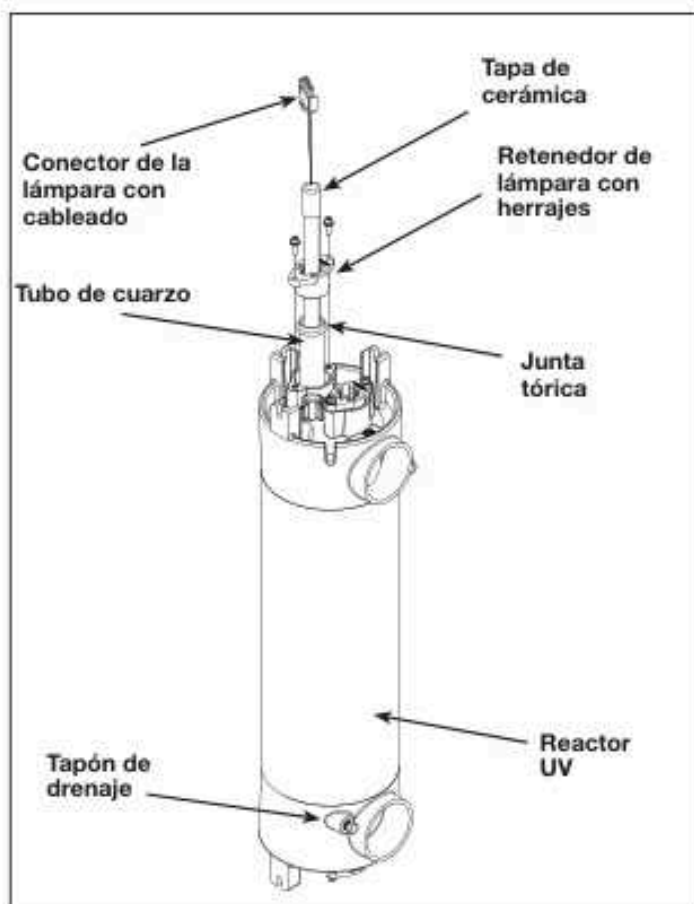

Figura 7. Subconjunto del reactor UV
3. Antes de continuar, espere a que los tubos de cuarzo se enfrien. Quite el tapón de vaciado para drenar el agua del reactor UV. Vuelva a colocar el tapón una vez que el agua deje de salir del reactor UV. Consulte la Figura 7.
4. Sujete los cables de la lámpara UV y tire suavemente hasta que la parte superior de la lámpara UV pase las pestañas del retenedor de la lámpara. Consulte la Figura 7.
6. Después de extraer las lámparas, quite los tornillos de la parte superior del retenedor de la lámpara con la llave hexagonal suministrada con la bolsa de piezas. Deje en un lugar seguro los tornillos, las arandelas y el retenedor. Consulte la Figura 7.
7. Sujete el tubo de cuarzo desde la parte superior del reactor UV y tire para extraerlo del reactor UV. Consulte la Figura 7.
8. Retire la junta tórica de la parte superior del tubo de cuarzo. Coloque todo en un lugar seguro. Consulte la Figura 7.